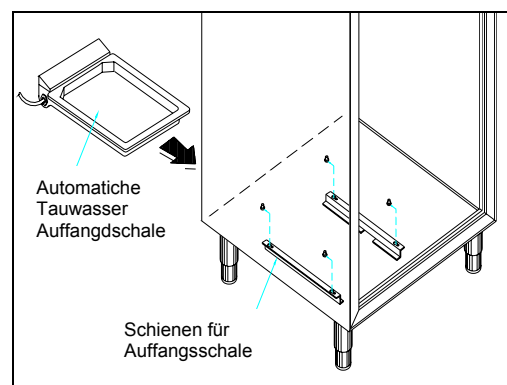

Abb. 3 (siehe 13.2.4.1)
- In die dazu vorgesehenen Schienen einsetzen; das Kondensabflusswanne in den unteren Teil des Kühlschranks positionieren und bei den Geräten, die über automatischen Abfluss verfügen, mit dem Kupplungsstück verbinden. (**Abb. 3**)